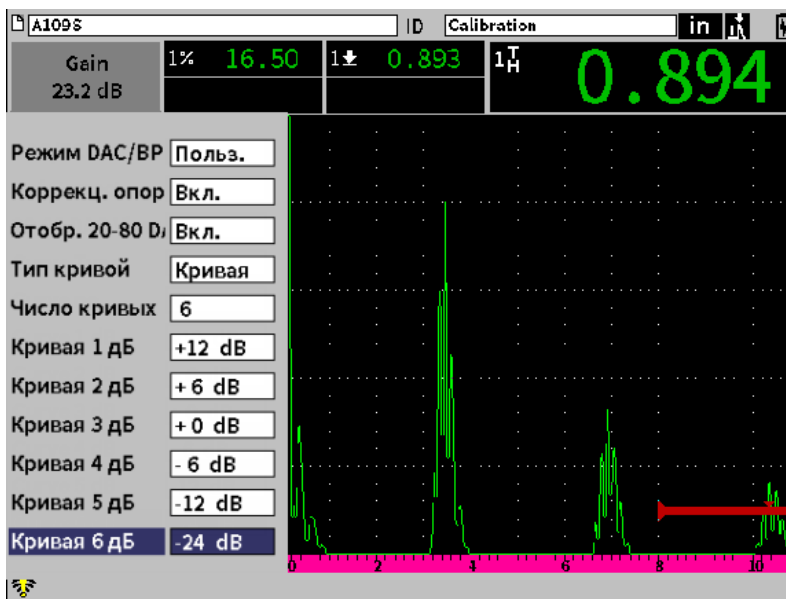

Рис. 11-18 Настройка пользовательской DAC
4. Задайте **Число кривых**, используемых в дополнение к основной кривой (см. Рис. 11-18 на стр 179).